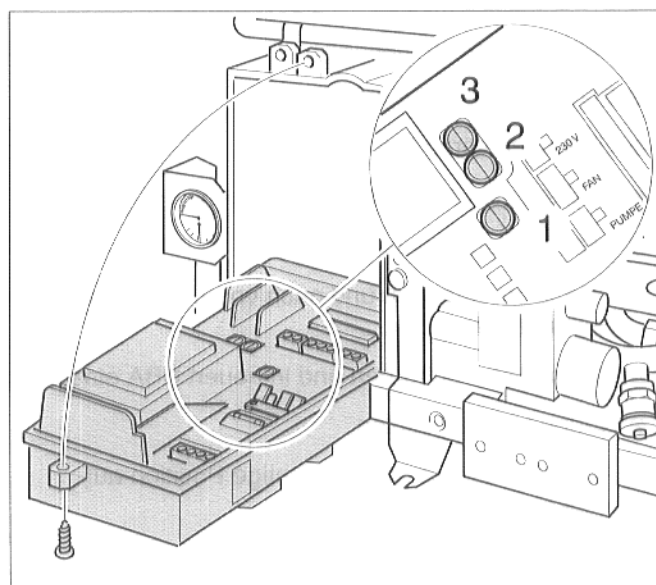

Abb. 8 Feinsicherungen prüfen
- Sicherung auf Durchgang prüfen oder Sichtkontrolle (Abb. 8, Pos. 1, 2, 3). Wenn defekt, durch eine neue 1,25 AT ersetzen.